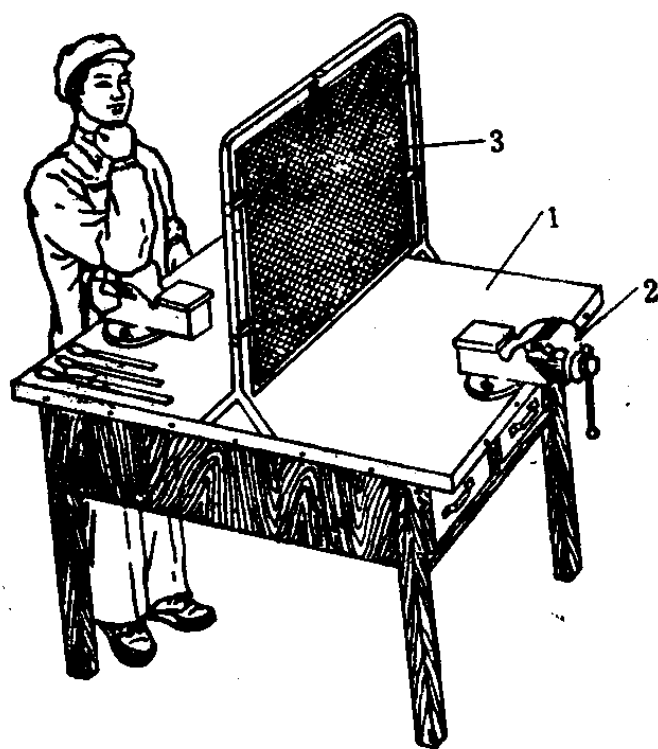

图 1-1 钳台及安装
1. 钳台 钳台也称钳桌，有多种形式，图 1-1 所示为其中的一种。钳台的高度一般为800~900毫米（mm），其长度和宽度可随工作需要而定。为保证钳台工作时稳定，最好用木料制作。台面上安装台虎钳，安装合适高度为齐人手肘。钳台上一般有几个抽屉，用来存放工具。